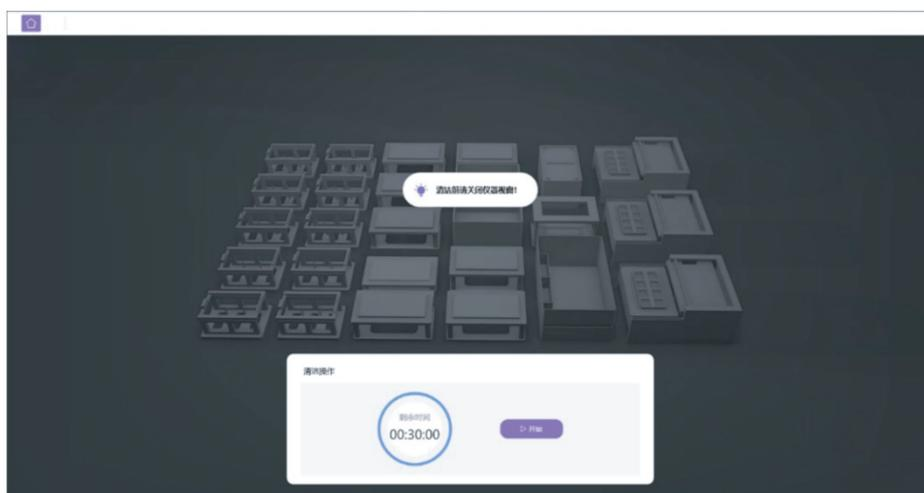

图 2-22 STOmics 软件登录界面
- b. (可选) 可根据使用情况，开启一体机自带的清洁功能，进行紫外消毒。消毒软件界面如图 2-22，消毒流程时长为 **30 min**；